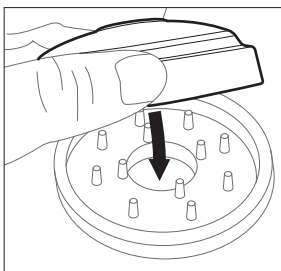

Figure 2
- b. Enclenchez le couvercle du filtre et le filtre sur le support du filtre (Figure 2).